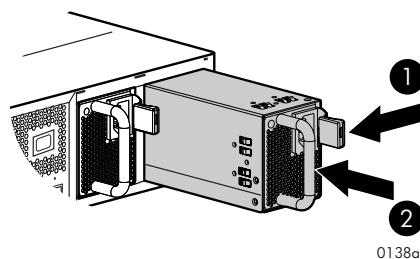

Figure 4 Een voedingseenheid installeren
2. Terwijl u op de vergrendeling drukt (1, Figure 4), schuift u de voedingseenheid in de enclosure totdat deze goed vastzit (2).